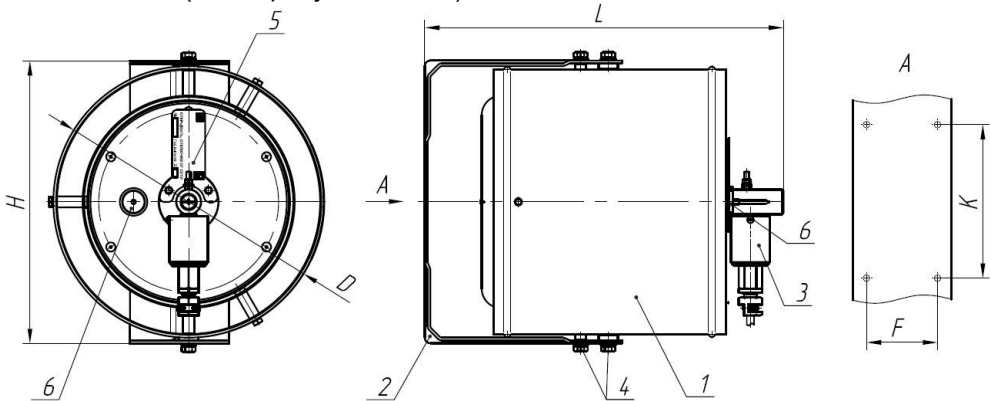

Рис.1.
6. Габаритные и присоединительные размеры (рис.1), мм, не более: <ul style="list-style-type: none"> • длина - L • диаметр - D • ширина – Н • ширина – К • ширина – F 	400 310 310 168 78
3.1. В комплект поставки (рис.1) входит:
4.1. Устройство генератора (рис.1).
7.2. Монтаж генератора производится с помощью кронштейна крепления поз.2 (рис. 1) на жесткой вертикальной конструкции (стены, колонны и др.). Генераторы при установке должны быть так ориентированы, чтобы при их работе струи огнетушащего аэрозоля не оказывали теплового воздействия на пути эвакуации, судовое оборудование, кабельные трассы, аварийное освещение, предупредительную сигнализацию топливные и масляные цистерны и трубопроводы. Генераторы должны быть удалены от путей эвакуации и других районов, где может присутствовать персонал, по крайней мере, на минимальные безопасные расстояния, определенные в соответствии с циркуляром ИМО MSC.1/Circ.1270 для воздействия температур до 75 °С, но они не должны превышать, по возможности, 2,5 м, а так же от горючих материалов по крайней мере, на минимальные безопасные расстояния для воздействия температур до 200°С. Для монтажа на металлических конструкциях кронштейн крепления закрепляется при помощи 4-х винтов М 6х30, которые привариваются к металлической конструкции, 4-х шайб пружинных 6 и 4-х гаек М 6 (Метизы в комплект не входят). Учитывая, что генератор обеспечивает объемное тушение, то максимально быстро создать концентрацию аэрозоля в зоне возможного возникновения пожара можно направлением оси генератора на неё с помощью 4-х регулировочных винтов М8 поз. 6 (рис. 1).